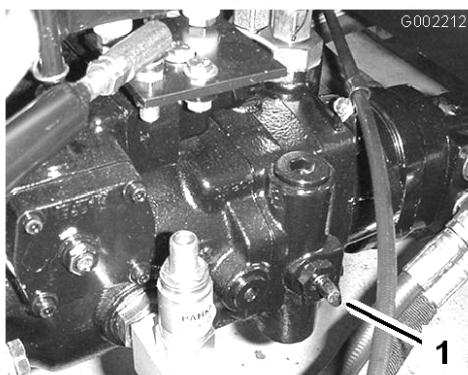

図 25
1. バイパス・バルブ (図 25) を左右どちらかに 90° 回転させるとバルブが開く。